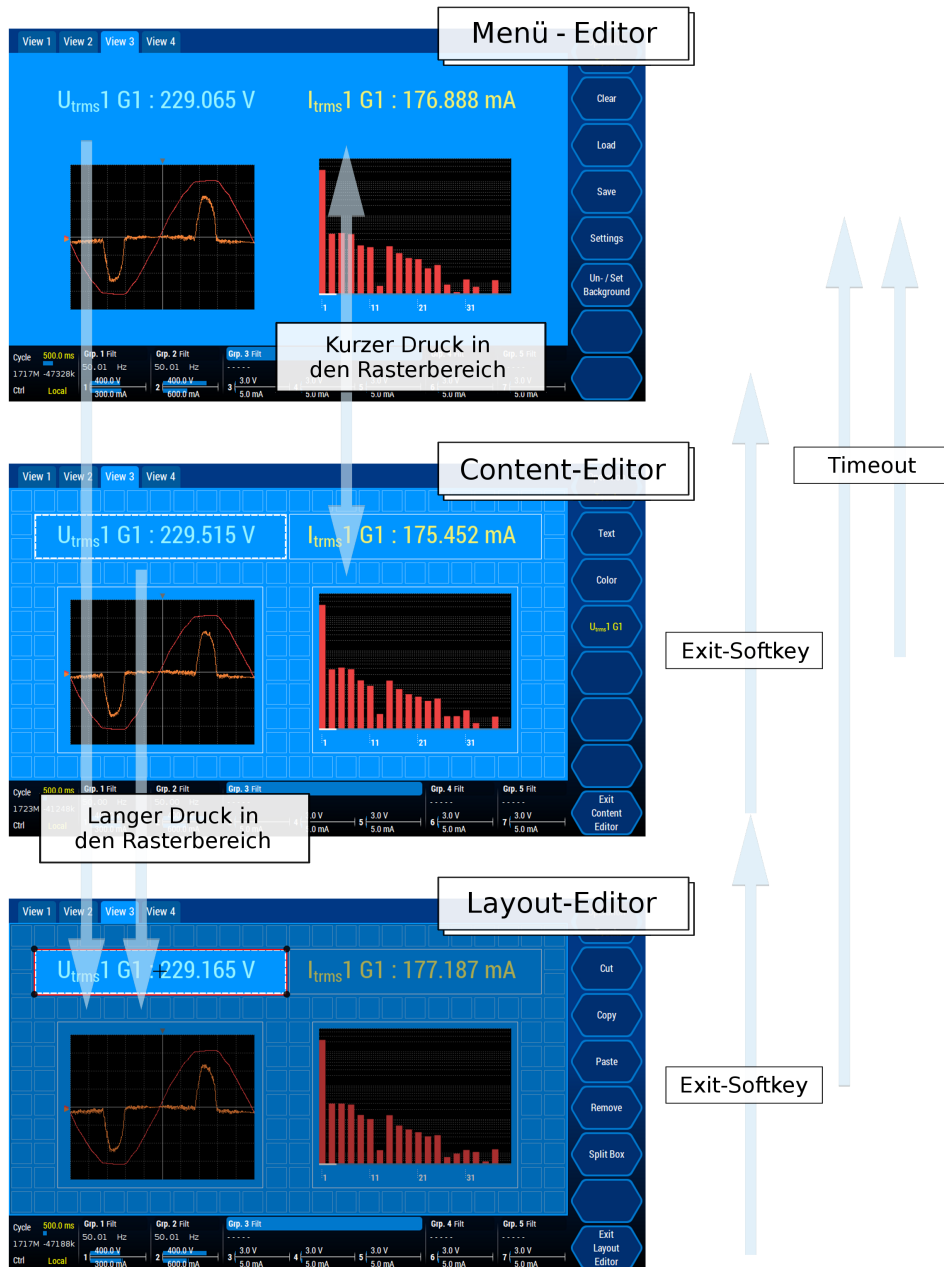

Abbildung 7.15: Die verschiedenen Editierlevel des Custom-Menüs.
Das Menü hat verschiedene Editierlevel für spezifische Aufgaben wie das Layout editieren oder neue Inhalte hinzufügen. Abbildung 7.15 [→167] beschreibt die Navigation zwischen diesen Leveln. Nachfolgend wird davon ausgegangen, dass der oberste Softkey (<**Mode**>) auf „Edit“ eingestellt ist. Dies ist die Einstellung bei der das Menü editiert werden kann. Bei Umschaltung auf „View“ wird in den Ansichtsmodus umgeschaltet. Dieser erlaubt eine sichere Benutzung des Menüs und versehentliche Veränderungen werden vermieden.
- Der **Menüeditor** (Siehe Abbildung 7.15 [→167] oben). Hier ist das Gitter nicht sichtbar. Die Softkeys bieten das gesamte Menü beeinflussende Funktionen an; z.B. Laden, Speichern und Hintergrundbild setzen.
- Ein kurzer Druck aktiviert den **Inhaltsektor** (Siehe Abbildung 7.15 [→167] Mitte). Hier wird das Raster mit allen definierten Zellen samt Inhalt angezeigt. Ein kurzer Druck auf die aktuell
- Ein langer Druck auf das Raster (im Menüeditor oder im Inhaltseditor) aktiviert den **Layouteditor**. Dieser erlaubt es, das Layout oder den Inhalt zu bearbeiten (Siehe Abbildung 7.15 [→167] unten). Hier ist die markierte Zelle hervorgehoben und der Rest abgedunkelt. Durch Drücken im abgedunkelten Bereich kann jede Zelle hervorgehoben werden, um mit ihr zu arbeiten. Auf diesem Level bieten die Softkeys Funktionen an, um Inhalte zu entfernen (**<Remove>**) und innerhalb dieses Menüs zu kopieren (**<Copy>**), auszuschneiden (**<Cut>**) und einzufügen (**<Paste>**). Desweiteren können große Zellen mit **<Split Cell>** entfernt werden. Nach einem Timeout von etwa 30 Sekunden wird automatisch in den Menüeditor zurück gewechselt (siehe Abbildung 7.15 [→167] oben). Mit **<Exit Layout Editor>** wird zum Inhaltseditor gewechselt (siehe Abbildung 7.15 [→167] mitte).